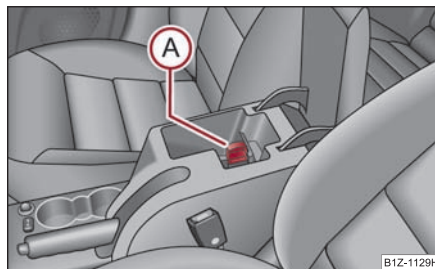

Fig. 128 Apoyabrazos: Refrigeración del compartimento guardaobjetos
- Tire del cierre **(A)** hacia arriba ⇒ página 106, fig. 128.